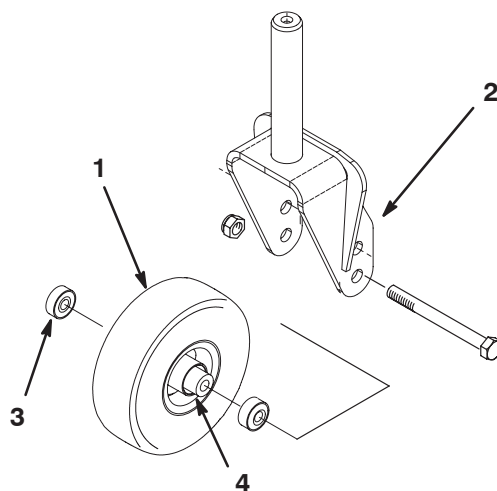

Figure 28
1. Enlevez le contre-écrou et la vis qui maintiennent l'ensemble roue pivotante sur la chape (Fig. 28). Tenez la roue pivotante et enlevez la vis de la chape ou du bras pivotant.
2. Enlevez le roulement du moyeu de la roue et laissez tomber la douille d'écartement à l'extérieur (Fig. 28). Déposez le roulement de l'autre côté du moyeu.